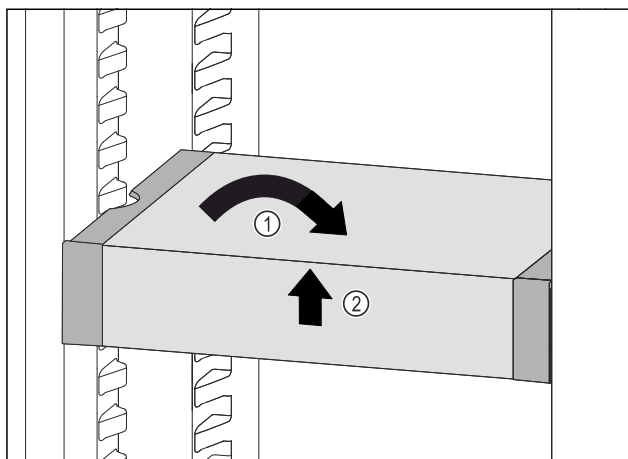

Fig. 130
- ▶ Вирівняти VarioSafe. Fig. 130 (1)
- ▶ Підняти VarioSafe спереду. Fig. 130 (2)